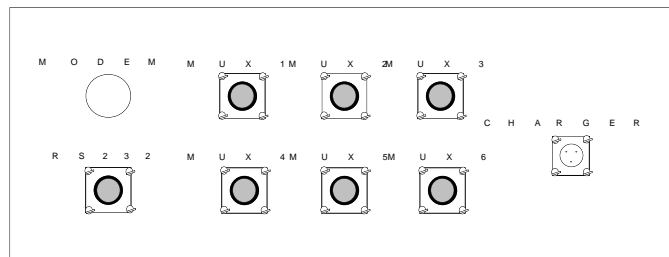

图 5 - MICRO-10 的箱体底部示意图
2.6 然后将多路转换箱连接到数据采集仪上。注意 MICRO-10 外壳的侧面上有 6 个 MUX 连接器插座（不同的系统可能会有不同的数目和顺序）（图 5）。用配套的电缆将每个 MUX 连接到适当的插座上。
2.7 注意在 MICRO-10 外壳有“RS232”（图 5）连接器插座。使用用 10 针 BENDIX 连接器 /DB-9 转接电缆连到计算机上的 COM 断口（如有必要也可使用 DB-9/DB-25 适配器）。